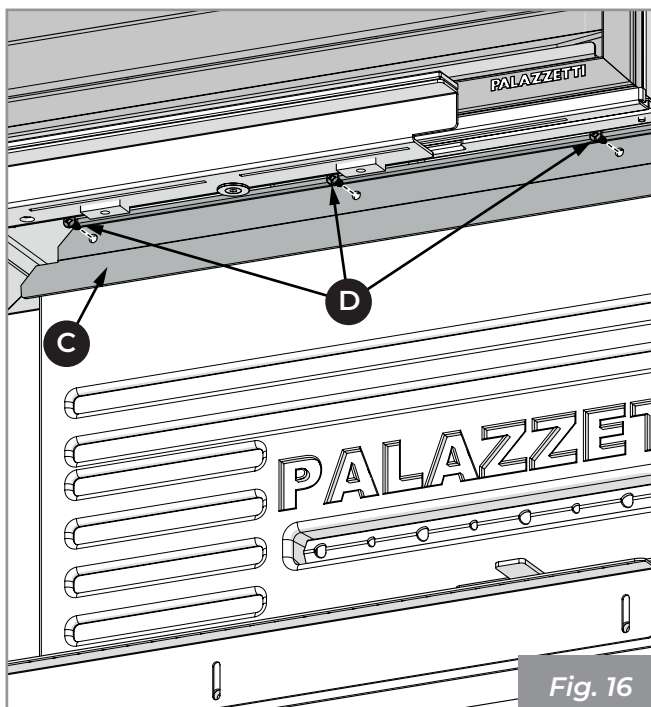

Fig. 16
- 2) Bloccare il refrattario con la staffa (C) fissandola con le apposite viti (D) (Fig. 16).